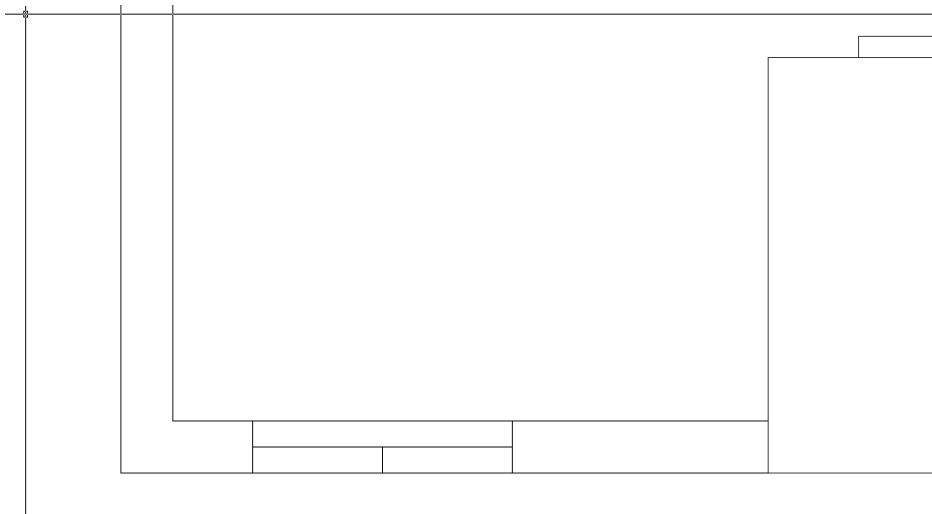

Рис. 7.22 ▼ Элементы оконного блока со вспомогательным перпендикуляром
2. С помощью режима привязки **Нормаль** (Perpendicular) выберите нижнюю линию стены и нажмите **Enter** для завершения команды **Отрезок** (LINE). Нижний конец полученного перпендикуляра (рис. 7.22) мы и будем использовать в качестве базовой точки определения блока.
3. Теперь все готово для создания определения блока. Запустите инструмент **Создать блок** (Make Block) (например, введите **б** (B) в командном окне).